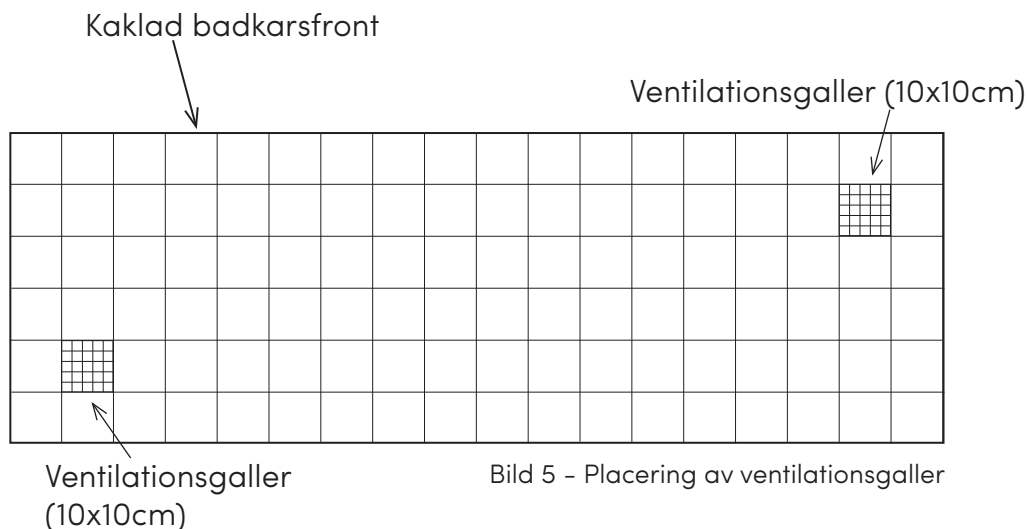

Bild 5 - Placering av ventilationsgaller
- Det är viktigt att ventilationen fungerar under badkaret för att undvika att kondens bildas. Vid bristfällig ventilation är det stor risk för att fukt- och mögelangrepp. Pumpar och övrig elektronisk utrustning kan även skadas av överhettning om ventilation saknas. Vi rekommenderar att man installerar två stycken ventilationsgaller (ca 10x10 cm), se **bild 5** nedan.